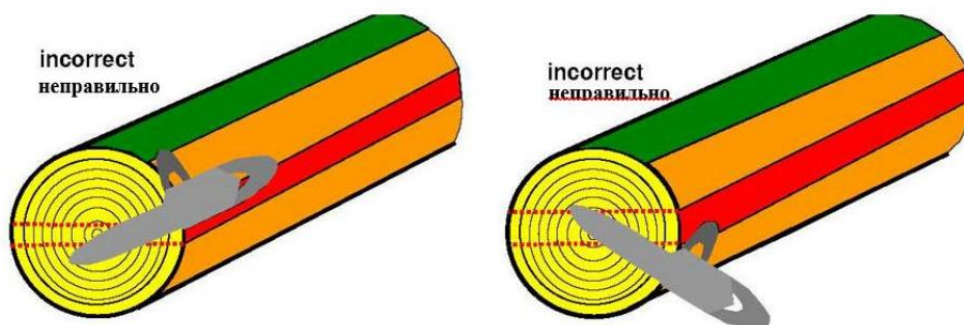

Рисунок 1.9 – Пересечение красной полосы в середине диска
Начало резания сверху за пределами зеленой зоны (50) Штрафные баллы начисляются за каждое бревно, если резание сверху начинается за пределами зеленой зоны. Судья визуально определяет точку начала резания (рисунок 1.9).